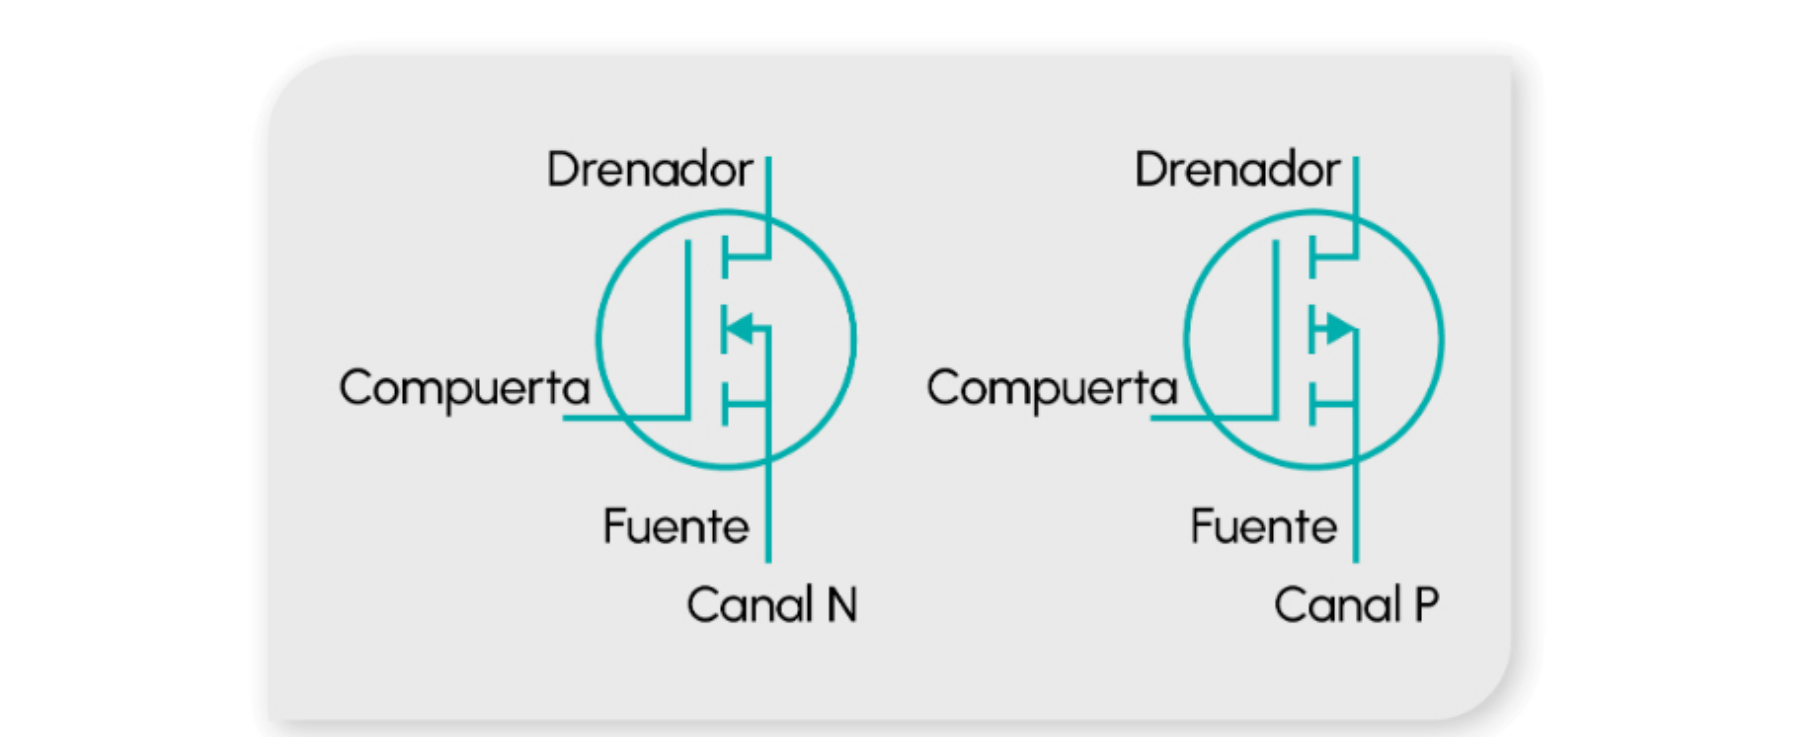

Figura 3. Símbolos de transistores: canal N y P.
Transistores MOSFET. Están controlados por **voltaje** y se componen de tres terminales: compuerta (G), fuente (S) y drenador (D). Al aplicar un voltaje en la compuerta en relación con la fuente, se crea un campo eléctrico que controla el flujo de corriente entre la fuente y el drenador. En un MOSFET de canal *N*, un voltaje positivo en la compuerta forma un canal de conducción y, por consiguiente, permite que los electrones fluyan del drenador a la fuente; por el contrario, en un MOSFET de canal *P*, un voltaje negativo en la compuerta posibilita el flujo de huecos. La figura 3 te ayudará a comprender mejor esta explicación; sin embargo, en resumen, el MOSFET funciona como un **interruptor controlado por voltaje**.